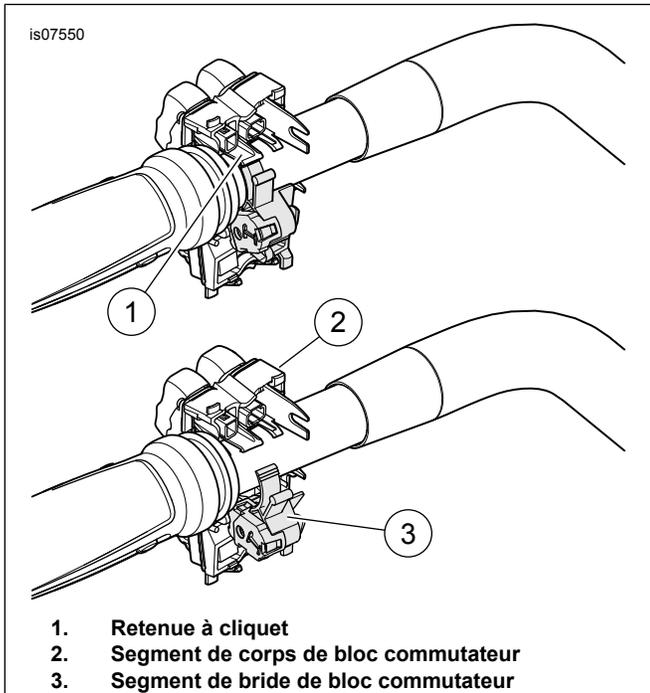

Figure 1. Retirer le bloc commutateur de commande de guidon
- e. Voir Figure 1 . Tirer vers le haut la retenue à cliquet (1). Tourner les segments de bloc commutateur (2, 3) pour les séparer.